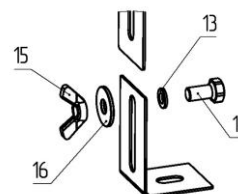
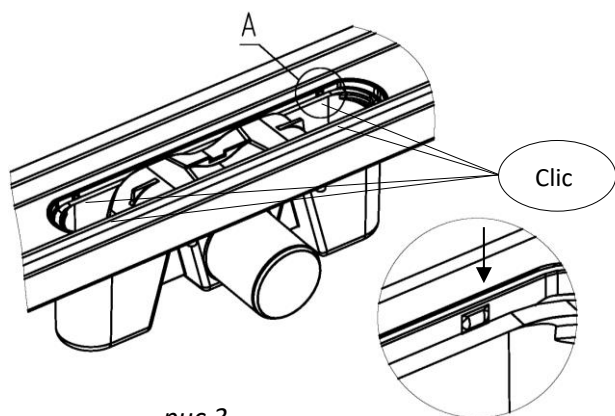

рис. 2
рис.3
1. При сборке трапа линейного из нержавеющей стали (рис.3) гидрозатвор линейного трапа (3) с установленным уплотнительным кольцом (2) обязательно должен быть вставлен ниже уровня замков, расположенных на боковой поверхности корпуса трапа линейного из нержавеющей стали (6).
2. Корпус трапа линейного из нержавеющей стали с установленным гидрозатвором и уплотнительным кольцом (5) прижимается к нижней поверхности корпуса трапа металлического (10), фиксируя посадку по резьбовым шпилькам и прижимаясь к поверхности шайбами и гайками с нейлоновым кольцом (11, 12).
3. Регулировка по высоте осуществляется посредством планок, положение которых фиксируется крепежными болтами и барашками (14, 16) и показана на рис.2.